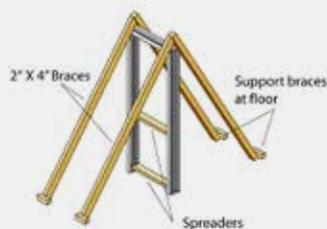

Figure 1: Bracing the frame
- 3** Stabiliser le cadre avec le colombage de bois de 50,8 mm x 101,6 mm (2 po x 4 po), tel qu'illustré à la figure 1.